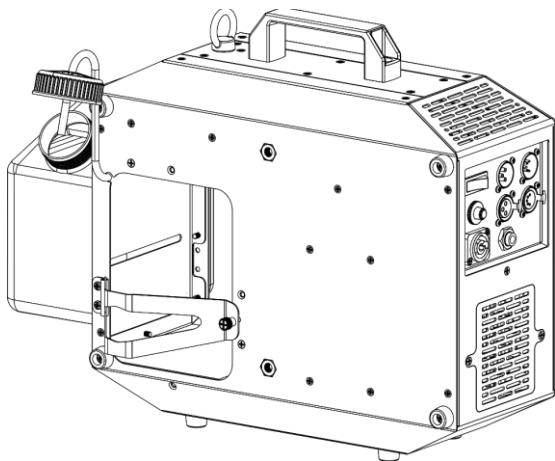

Fig. 18
- 13) Faites passer le tuyau dans l'orifice, comme indiqué sur la Fig. 18.